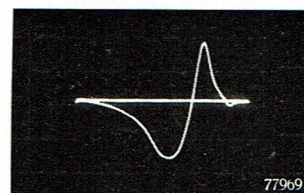

Fig. 15
- A l'aide de C₂, régler l'aiguille de fréquence de l'oscillateur principal sur une fréquence f_{C_2} , égale à la fréquence médiane de la bande M.F., fréquence qui est de 5,5 Mc:s par exemple. Régler, au moyen de R₂, la tension H.F. modulée en fréquence (de Bu₃) sur une valeur adaptée à la sensibilité du circuit à mesurer; de préférence, commencer par l'atténuation maximum. Il doit alors se produire sur l'écran de l'oscilloscope la courbe du circuit discriminateur (voir fig. 15). (Lorsque deux courbes apparaissent, les déplacer l'une par rapport à l'autre pour les faire coïncider. Voir "Observations générales" à la page 11.)